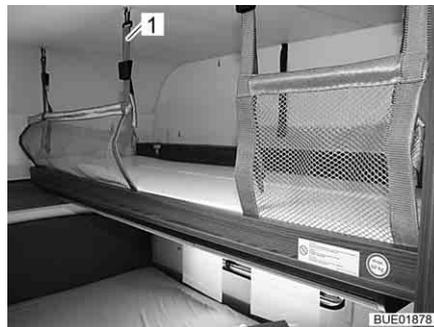

Fig. 85 Letto ribaltabile ad armadio con rete protettiva montata
- Agganciare le cinture di ritegno (Fig. 85,1) ai ganci del soffitto.